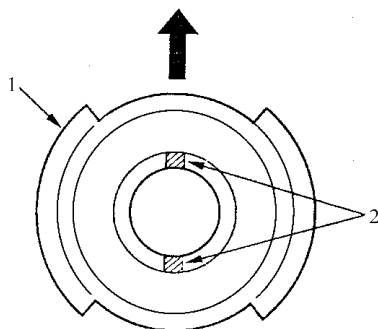

图 11-44 套筒突起部位垂直对齐
3) 如图 11-44 所示, 设好撤消套筒, 以使突起部位垂直对齐。